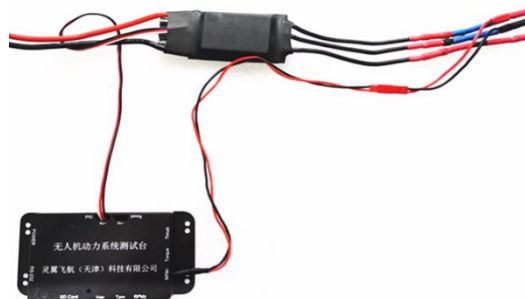

图2.2.3 信号线连接
(2) 接入转速传感器的JST插头，另一头插入控制盒的RPM1接口（出厂已接好）；电调信号线接入控制盒out接口，注意插头方向，如图2.2.3所示：